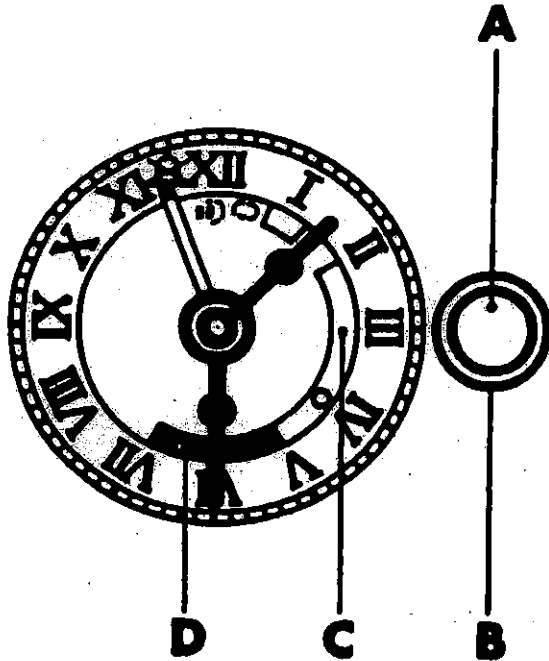

FIG. 10
Réglage de l'horloge: tourner le petit bouton (A) vers la gauche ou vers la droite en exerçant une légère pression. (Fig. 10).